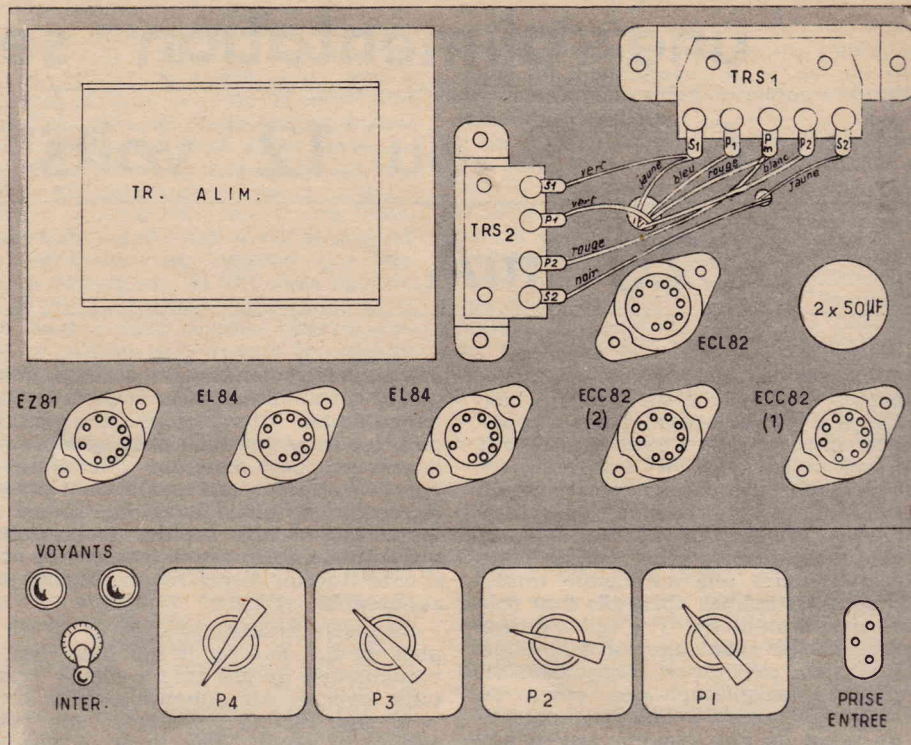

FIG. 3
Par des connexions de fil isolé on relie la cosse 7 du relais A, les broches 9 des supports EL84 et la cosse R du transfo d'alimentation. On soude des condensateurs de $0,1 \mu\text{F}$ entre les cosses 9 et 13 et entre les cosses 11 et 18 du relais. On dispose une $22\,000$ ohms entre la cosse 13 et la broche 2 du support EL84 (1) et une de $470\,000$ ohms entre cette broche et la ligne de masse. On soude des éléments semblables entre la cosse 18 du relais, la broche 2 du support EL84 (2) et la ligne de masse. On réunit par une connexion les broches 3 des supports de EL84. Entre la broche 3 du support EL84 (2) et la ligne de masse on soude une 150 ohms 2 watts et un condensateur de $100 \mu\text{F}$. On connecte les broches 7 des supports EL84 respectivement aux cosses P_1 et P_2 du transfo TRS, (v. fig. 3). La cosse Pm de cet organe est reliée à la cosse 19 du relais A. On connecte cette cosse 19 à la cosse a du relais B et la cosse 22 du relais A à la cosse b du relais B. On soude une résistance bobinée de $1\,000$ ohms entre la broche 9 du support EL84 (1) et la cosse 19 du relais A et une de 200 ohms également bobinée entre les cosses 19 et 22 du relais. La cosse 22 est connectée à la broche 3 du support EZ81.